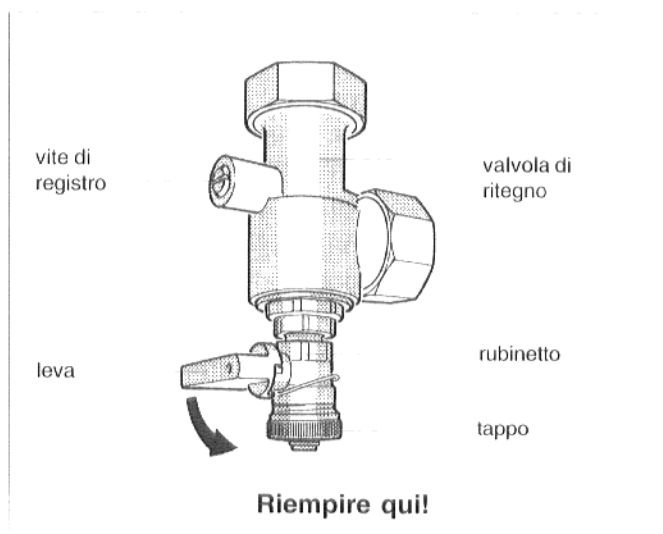

Fig. 10: Valvola di ritegno con rubinetto di riempimento
- Mettere in posizione verticale il taglio della vite di regolazione della valvola di ritegno (sempre aperta) (Fig. 10).
- Svitare il coperchio di chiusura rubinetto di riempimento, svitare il tubo di riempimento e mettere in posizione verticale la barretta del rubinetto di riempimento (aprire) (Fig. 10).
- Riempire lentamente l'impianto al rubinetto di riempimento per c. **1/2 minuto** (Fig. 10).
- **Mettere in posizione orizzontale il taglio della vite di regolazione della valvola di ritegno (stato di esercizio) (Fig. 10).**